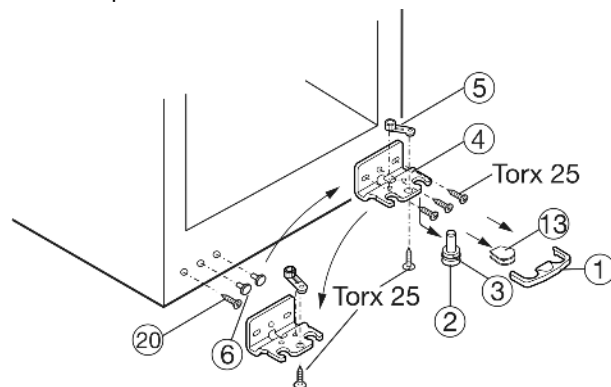

Fig. 4
- Предохранитель Fig. 4 (1) снимите движением вперед.
- Снимите крышку Fig. 4 (13)*.
- ▶ Вытяните опорный палец *Fig. 4 (2)* вниз и вперёд. При этом следите за гнездом шарнира *Fig. 4 (3)*.
- ▶ Открутите опорный кронштейн *Fig. 4 (4)*.
- ▶ Открутите опорную деталь *Fig. 4 (5)* и, переставив в отверстие на противоположной стороне опорного кронштейна, снова прикрутите.
- ▶ Снимите и снова установите пробку *Fig. 4 (6)* на противоположную сторону со стороны ручки.
- ▶ Выкрутите болт *Fig. 4 (20)* и вкрутите на противоположной стороне.
- ▶ Снова прикрутите опорный кронштейн *Fig. 4 (4)* на новой стороне шарнира, **при необходимости с помощью аккумуляторного шуруповерта с усилием 4 Нм.**
- ▶ Снова слегка наклоните устройство назад и снова установите опорный палец *Fig. 4 (2)* с гнездом шарнира *Fig. 4 (3)*. Зазубрина на опорном пальце должна быть расположена спереди.
- ▶ Установите крышку *Fig. 4 (13)* на противоположной стороне.*
- ▶ Предохранитель (1) нужно зафиксировать сбоку на кронштейне, чтобы опорный палец и двери были защищены от выпадения.
- ▶ Снова защелкните предохранитель (1) на опорном кронштейне.
- ▶ При необходимости выровняйте дверцы через два продольных паза в опорном кронштейне *Fig. 4 (4)* параллельно корпусу устройства. Для этого выкрутите средний винт.